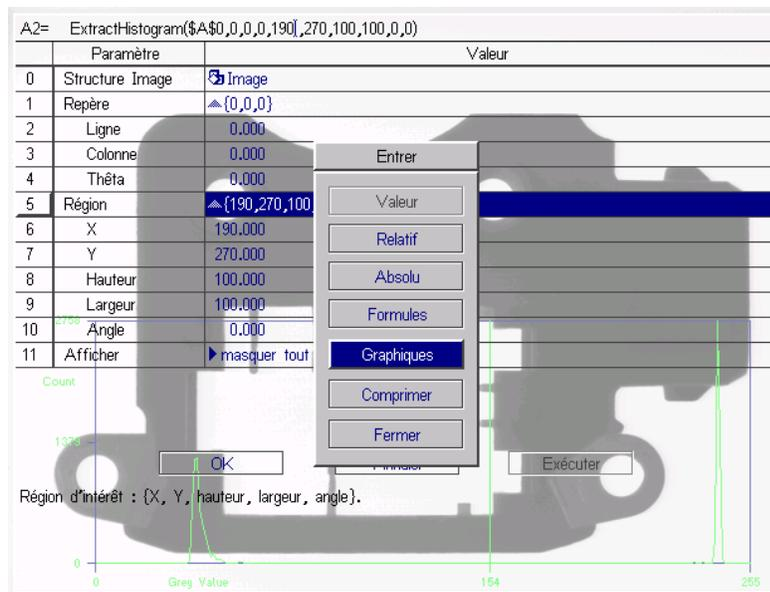

Figure 6-3. Options du menu Entrer
3. Ouvrez le menu **Entrer** (voir Figure 6-3. Options du menu Entrer), qui comprend les éléments suivants :